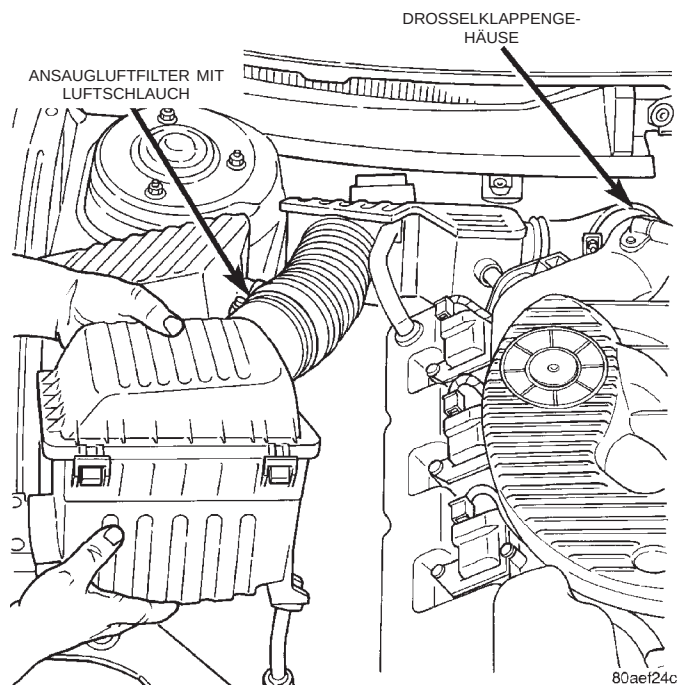

Abb. 29 Ansaugluftfilter und Einlaßschlauch
- (8) Ansaugluftfilter und Lufteinlaßschlauch abbauen (Abb. 29).
- (9) Oberen Kühlerquerträger ausbauen. Näheres hierzu siehe Kapitel 23, "Karosserie".
- (11) Entriegelungsseilzug an der Motorhaubenverriegelung aushängen.
- (12) Kühlerlüftereinheit ausbauen. Näheres hierzu siehe Kapitel 7, "Kühlsystem".
- (13) Oberen Kühlerschlauch am Motor lösen.
- (14) Unteren Kühlerschlauch am Kühler lösen.
- (15) Leitungen zum Getriebeölkühler am Kühler lösen.